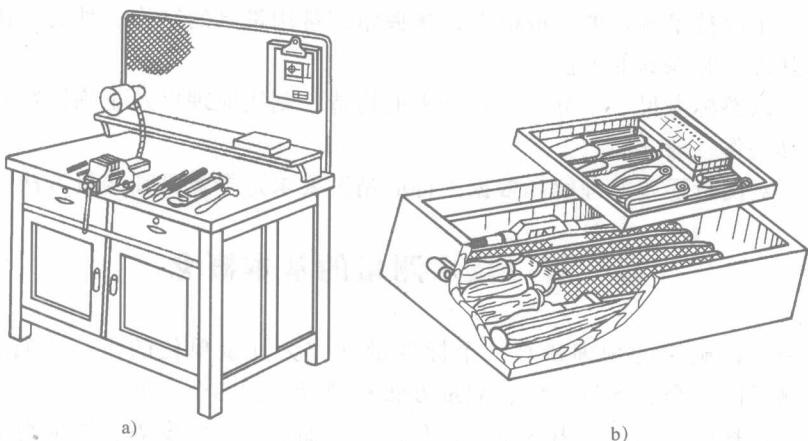

图 1-5 铣工的工具、量具的布置
9) 工、夹、量具应分类摆放整齐, 常用的放在工作位置附近, 注意不要伸出钳桌的边缘之外。精密量具要轻取轻放。工、夹、量具在工具箱内应有固定位置, 排列应整齐, 如图 1-5 所示。